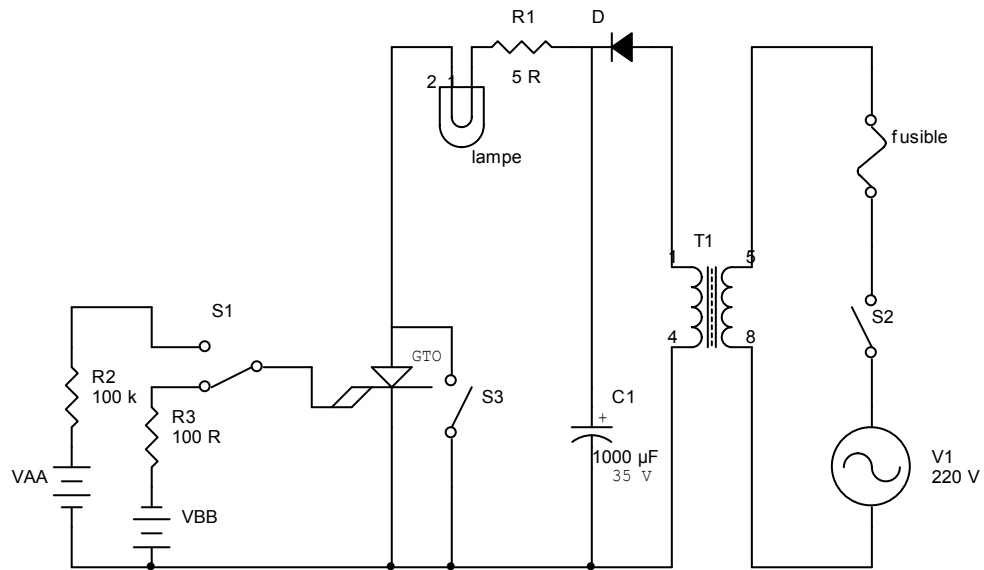

Figure 3-1 : Circuit à base d'un GTO
2. Montez le circuit qui apparaît à la figure 3-1.